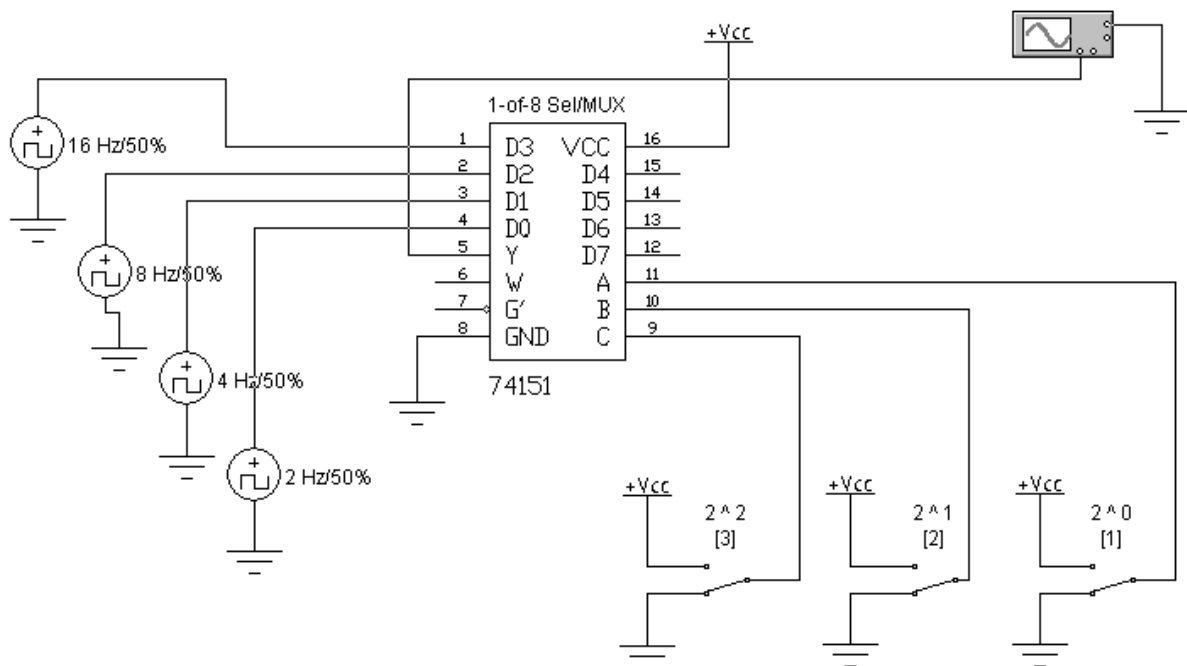

Рис. 4. Схема 8-канального мультиплексора/селектора на базе микросхемы 74151
2.1. Соберите схему, представленную на рис. 4.
На схеме рис. 4 представлен 8-канальный мультиплексор/селектора на базе микросхемы 74151 (1-of-8 Data Sel/MUX из библиотеки EWB Digital ICs).
По умолчанию на выход Y поступают данные с канала, подключенного к входу D0 (рис. 4). Данный канал генерирует импульсы с частотой следования $f = 2$ Гц. Длительность импульсов рассчитывается по формуле
Как следует из схемы на рис. 4 на выход Y поступают данные с канала «0», подключенного к входу D0 (в этом мы убедились по измерениям на осциллографе).
3.1. Добавьте к схеме на рис. 4 еще четыре генератора Clock. Подключите их к микросхеме на оставшиеся свободными информационные входы D4 – D7. В результате получим 8 источников данных. Задайте частоты генераторов Clock равными значениям f , приведенным в таблице ниже